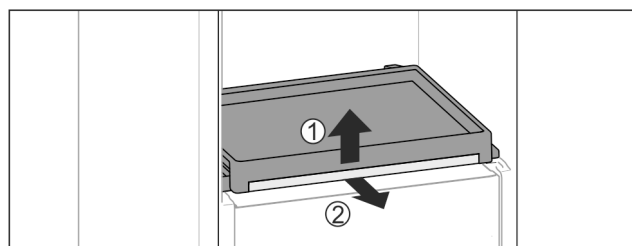

Fig. 111
- Sortir la bordure télescopique avec la tablette : Soulever légèrement la tablette par l'avant *Fig. 111 (1)* et la sortir vers l'avant *Fig. 111 (2)*.